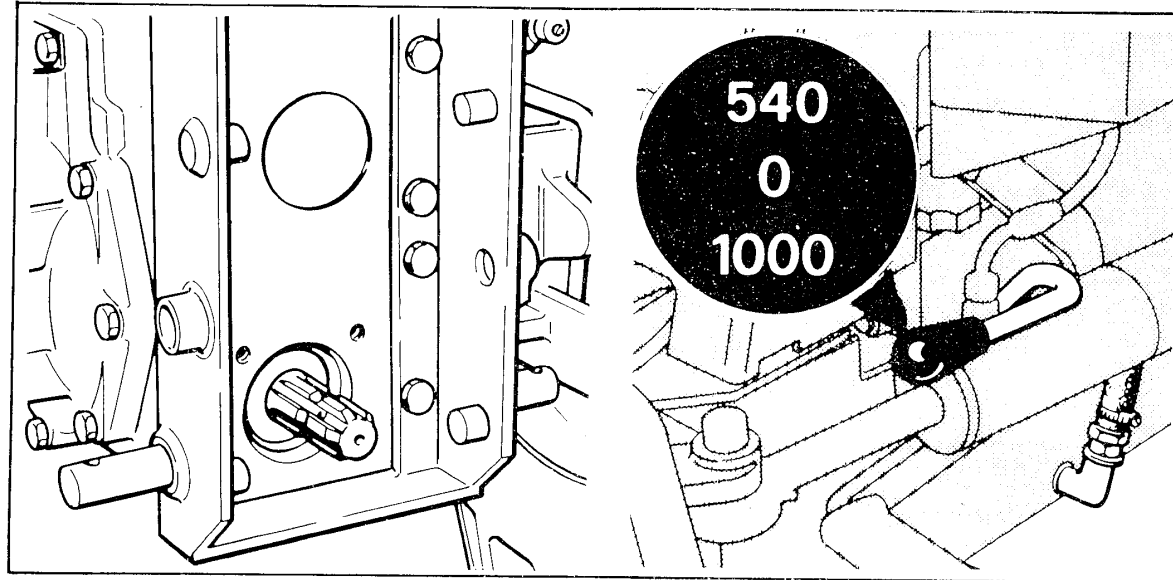

Bild 8 - Fig. 8
Die Kraftübertragung auf diese Zapfwelle erfolgt direkt vom Motor aus, hinter der Kupplung, weshalb die Zapfwellendrehzahl nur mit der Motordrehzahl verbunden ist. Die Drehrichtung der Zapfwelle bleibt auch im Rückwärtsgang unverändert. Ein Steuerhebel mit 2 Stellungen ermöglicht die Vorwahl von 2 verschiedenen Untersetzungsverhältnissen für die Zapfwelle (siehe Bild 8). Diese Zapfwelle dient zum Antrieb von Geräten oder Arbeitsmaschinen.
2. Die Zapfwelle durch Einlegen des betreffenden Steuerhebels (Bild 8) in Stellung 540 (langsam) oder 1000 (schnell) in die gewünschte Drehzahl einschalten. Sich vergewissern, dass der Steuerhebel einwandfrei eingeschaltet ist.
The p.t.o. is powered direct by engine, after the clutch, hence the revolution number is depending on engine; the p.t.o. direction of rotation remains unchanged even in REVERSE. A two-position control lever allows two different reduction ratios to be selected for the p.t.o. (see fig. 8). The p.t.o. is used for driving implements or operating machines.
Cette P.d.f. est entraînée directement par le moteur, après l'embrayage, le nombre de tour étant en fonction du régime du moteur. Le sens de rotation demeure égal, même en marche arrière. Un levier de commande à deux positions, permet de choisir deux divers rapports de réduction pour la P.d.f. (voir fig. 8). Elle est utilisée pour actionner des outiles ou des machines opératrices.
2. Connecter la prise de force à la vitesse voulue en amenant le levier de commande (fig. 8) en position 540 (faible vitesse) ou 1000 (haute vitesse). S'assurer que le levier soit bien engagé.